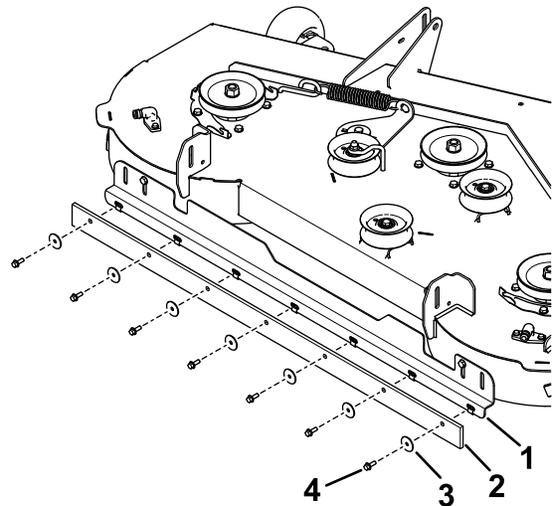

**Figura 5**
- Instale la pletina en los orificios usando 2 pernos autorroscantes (5/16" x 1/2"), como se muestra en la Figura 5.
- Instale 7 tuercas rápidas en los orificios abiertos de la pletina (Figura 5).